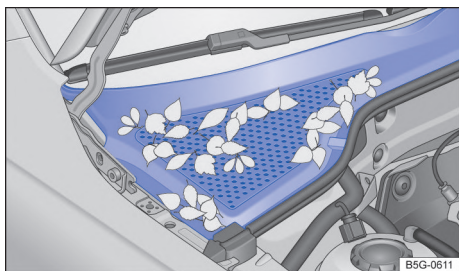

Fig. 199 Entre el compartimento del motor y el parabrisas: caja de agua (representación esquemática).
- La caja de aguas está ubicada en el compartimento del motor, entre el parabrisas y el motor, y bajo una cubierta perforada → fig. 199. El aire ambiente es aspirado de la caja de aguas al interior del vehículo por medio del sistema de calefacción y ventilación o del aire acondicionado.